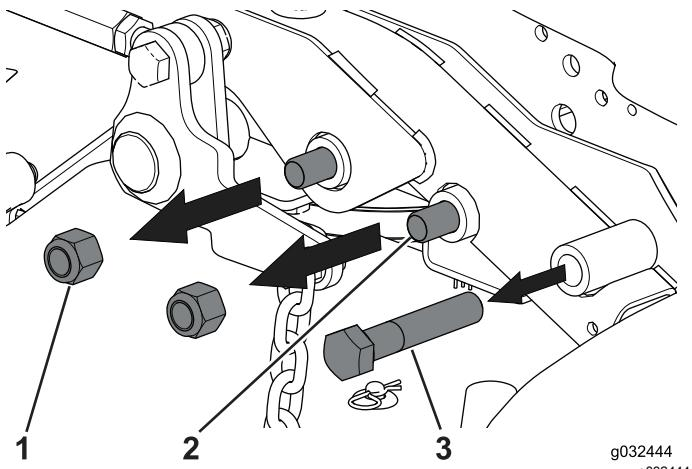
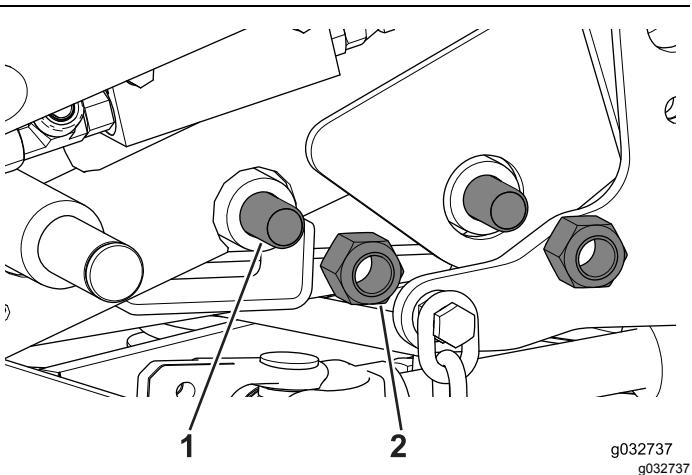

Рисунок 57
Рисунок 58
- Удалите контргайки и болты, крепящие летнюю раму к раме машины (Рисунок 57 и Рисунок 58).